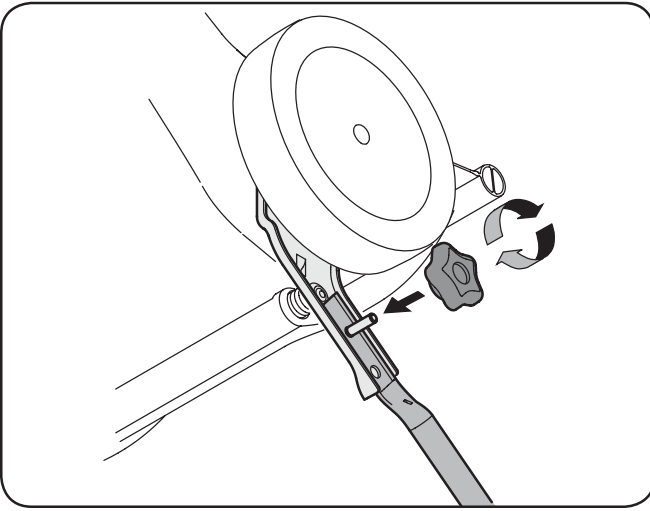

Figure 3-2
2. Serrez les boutons en forme d'étoile qui maintiennent le guidon inférieur sur les supports du guidon. Voir la Fig. 3-2. Assurez-vous que le boulon ordinaire est bien enfoncé dans les supports du guidon.